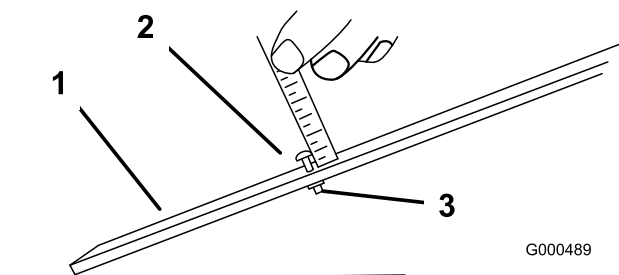

図 50
3. ゲージバー 図 50 のナットをゆるめ、調整ネジを希望の刈り高に合わせるねじ頭の下からバーの表面までの距離が刈り高となる。